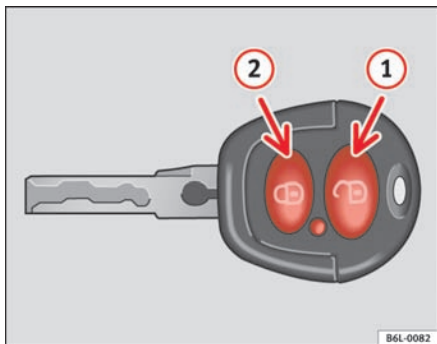
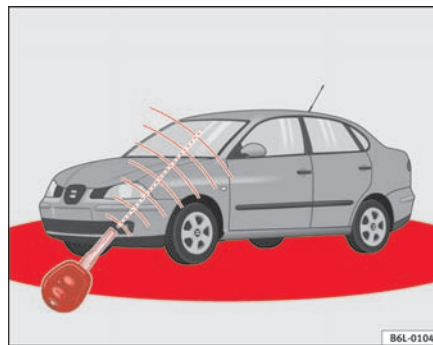

Fig. 47 Knapper på nøglen med fjernbetjening
Fig. 48 Fjernbetjeningens virkeområde
Fjernbetjeningens virkeområde (røde zoner) ⇒ fig. 48 er vist i diagrammet. Den maksimale afstand, hvorfra fjernbetjeningen virker, afhænger af forskellige faktorer.
Ret fjernbetjeningen mod bilen inden for det område, hvor fjernbetjeningen virker, og tryk et kort øjeblik på oplåsningsknappen  ⇒ fig. 47  for at ►
**låse bilen op.** Blinklysene blinker to gange. Tryk et kort øjeblik på låseknappen  ⇒ fig. 47  **for at låse bilen.** Blinklysene blinker en gang.
Når du trykker **to gange** på låseknappen  ⇒ side 74, fig. 47 , deaktiveres både safefunktionen (dobbelt låsning) og kabineovervågningssensoren\*. Tyverialarmen er stadig aktiveret, og det vises ved hjælp af kontrolampen i førerdøren.
Hvis du trykker på  ⇒ side 74, fig. 47 , låses førerdøren op, men alle andre døre forbliver låste.
Tryk to gange på  ⇒ side 74, fig. 47  for at låse alle dørene op.
- Fjernbetjeningen virker kun, når du opholder dig i fjernbetjeningens virkeområde ⇒ side 74, fig. 48 (rødt område).
- Brug begge nøgler, der hører til bilen, nøglen med fjernbetjening og den normale nøgle ⇒ side 74, fig. 47 ⇒ side 74, fig. 48. ▶